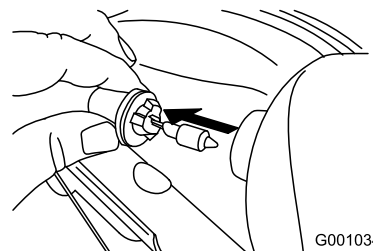

Figure 54
3. Sortez directement l'ampoule de l'arrière du phare (Figure 54).